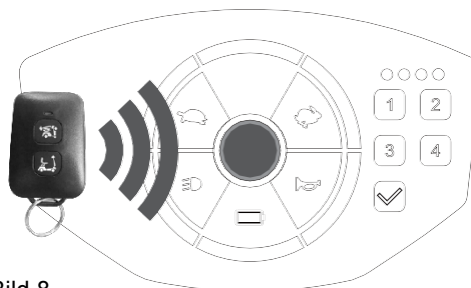

Bild 8
- För att låsa upp, placera RF-manöverboxen vid panelen (nära strömbrytaren för bästa resultat). (Bild 8)